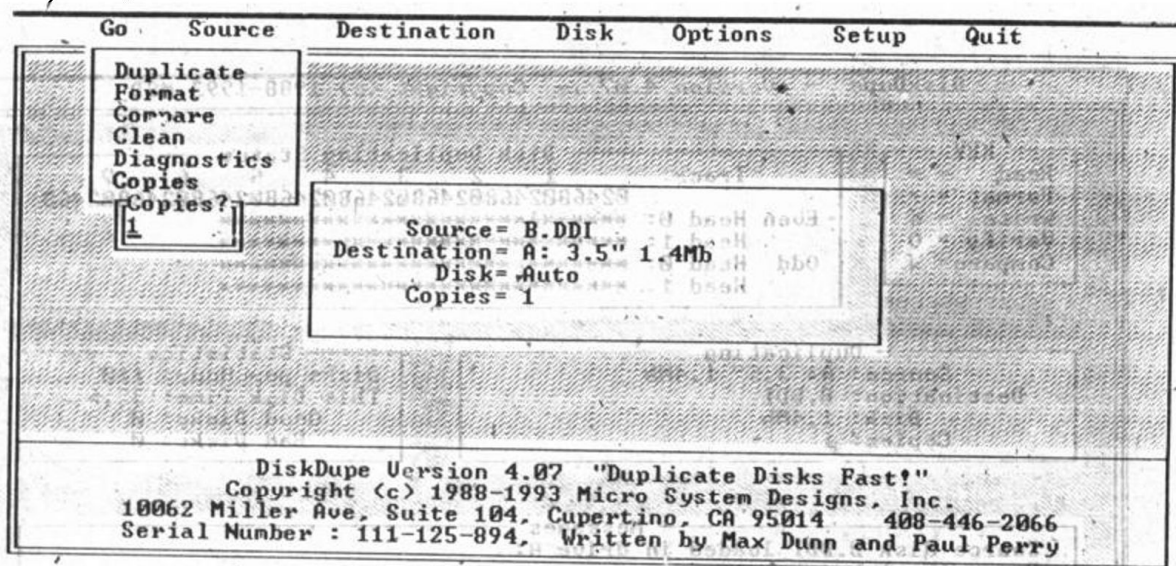

图 6-9
⑤还可在主菜单画面中选择 GO 选项回车，在其子菜单中选择 Copies（拷贝）回车，即弹出拷贝份数提示框，可在提示框输入你想拷贝的份数并回车。如下所示（图 6-9）：
⑥将可用的软磁盘插入相应的驱动器中。
⑦再在主菜单面中选择 GO 选项，在其子菜单中选择 Duplicate 选项并回车。